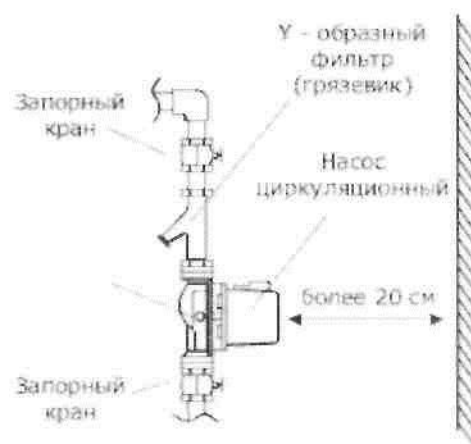

Рис.4
перед входным отверстием циркуляционного насоса необходимо установить узел очистки (сетчатый фильтр, грязевик и т.п.) (рис.4).
2.13. Для удобства технического обслуживания, на линии трубопровода, до и после циркуляционного насоса, необходимо установить запорную арматуру (рис.4).